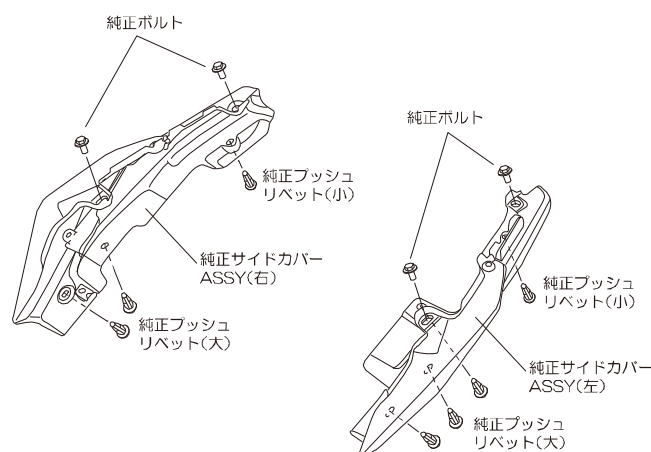

図 1
1. 純正シートを取り外し、車体上側から純正ボルト（左右各 2 ケ）、車体下側から純正プッシュリベット（左側大 3 ケ/小 1 ケ、右側大 2 ケ/小 1 ケ）を外し、純正サイドカバー-ASSY（左右）を車体から取り外します。（図 1 参照）